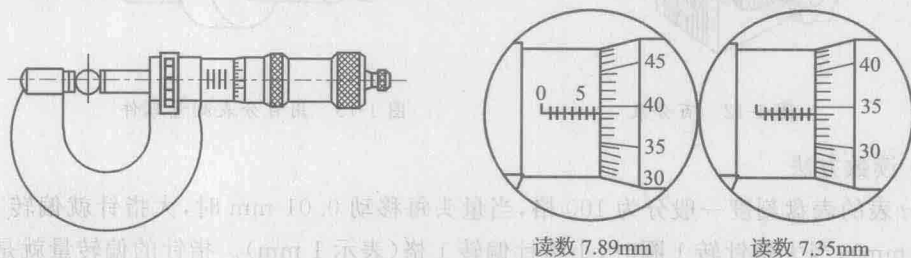

图 1-11 外径千分尺外形和读数方法
千分尺又称分厘卡,是测量较高精度零件的精密量具,其测量精度可达到 0.01 mm 。分为 $0\sim 25\text{ mm}$, $25\sim 50\text{ mm}$, $50\sim 75\text{ mm}$, $75\sim 100\text{ mm}$, $100\sim 125\text{ mm}$ 等多种规格。按测量零件的类型,可分为内径千分尺、外径千分尺和深度千分尺等多种,如图 1-11 所示。
(2) 千分尺的使用方法
① 千分尺测量前,要擦净砧座与零件测量表面,检查校对千分尺有无误差;测量时,千分尺测微螺杆轴线应与零件中心线垂直或平行,旋转微分筒使得砧座接近零件测量表面时,改用棘轮,直到棘轮发出“咔咔”声并打滑时,拧紧制动环(或制动手柄),取下千分尺并读数。
② 测量后,应擦净千分尺,并涂抹适量工业凡士林后放回盒内保存,切勿重压盒盖。
(3) 千分尺的读数方法
① 如图 1-11 所示,读出微分筒边缘在固定套管主尺的毫米数和半毫米数。
② 看微分筒上哪一格与固定套管上基准线对齐,并读出小数部分(百分之几毫米)。不足 1 格(千分之几毫米),可用估算法确定。
③ 将两次读数加起来即为测得的实际尺寸。